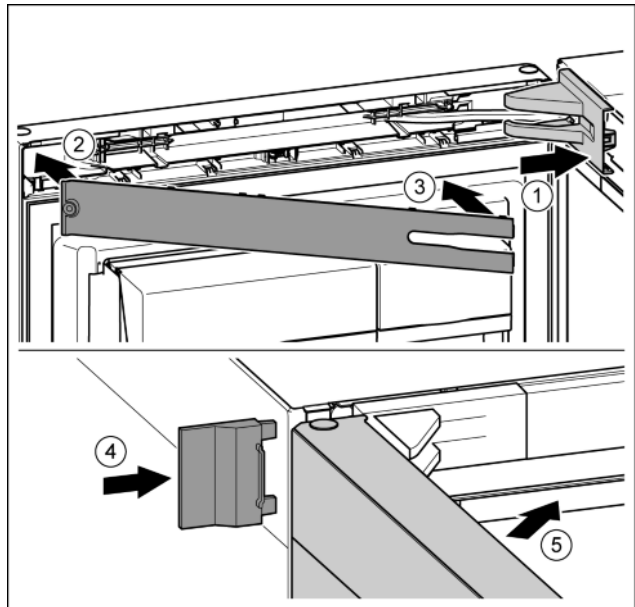

Fig. 42
- ▶ Afdekking van de lagerbus aanbrengen en vastklikken, en indien nodig, voorzichtig uit elkaar drukken. Fig. 42 (1)
- ▶ Paneel aanbrengen. Fig. 42 (2)
- ▶ Paneel naar binnen draaien en vastklikken. Fig. 42 (3)
- ▶ Buitenste afdekking erop schuiven. Fig. 42 (4)
- ▶ Bovenste deur sluiten. Fig. 42 (5)